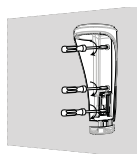

Figure 4: Fixation du support
- Fixez le support à la surface du mur avec les vis (voir Figure 4).